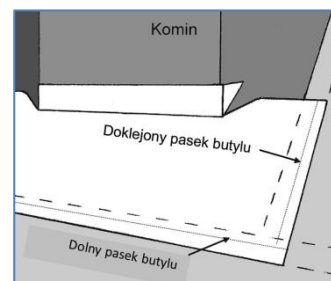
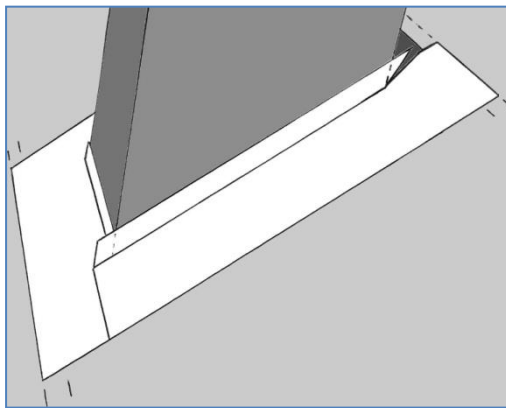

rys.6
rys.9
4. Wycięty w ten sposób fragment odginamy, tak aby po ułożeniu **taśmy blaszanej** płasko na belkach przylegał on równoległe do komina i tworzył kołnierz (rys.6) na jego powierzchni bocznej. Drugi brzeg powinien opierać się na belce wymianu znajdującej się pod kominem. Przed zamocowaniem **taśmy blaszanej** spinkami lub gwoździami do belki wymiany, należy do ich spodu przykleić na zaznaczonych krawędziach (na rys.8) trzy paski taśmy butylowej - na obu krawędziach opierających się na przejmach (rys.7). W ten sposób przyklejone taśmy butylowe zapewnią szczelność połączenia **blachy** z membraną. Ilość gwoździ lub zszywek mocujących musi zapewnić szczelność połączenia z membraną (rys.9).